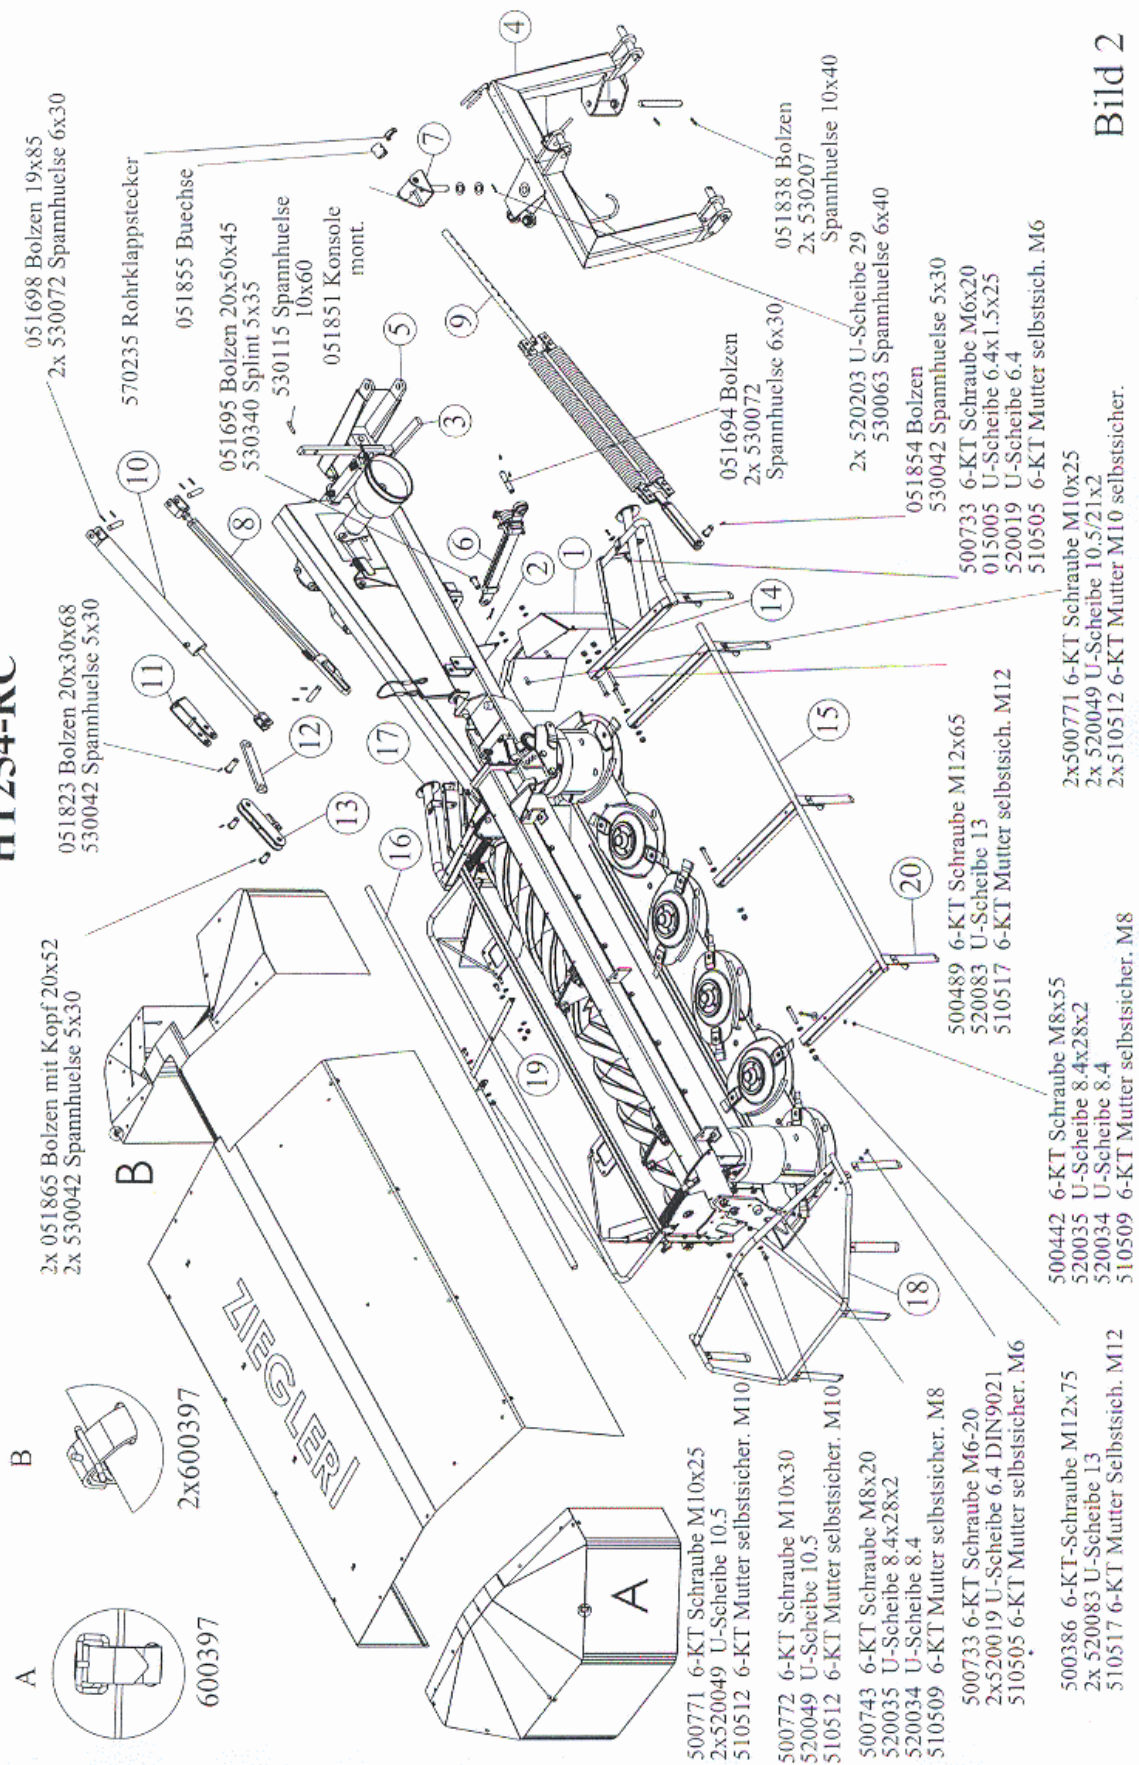
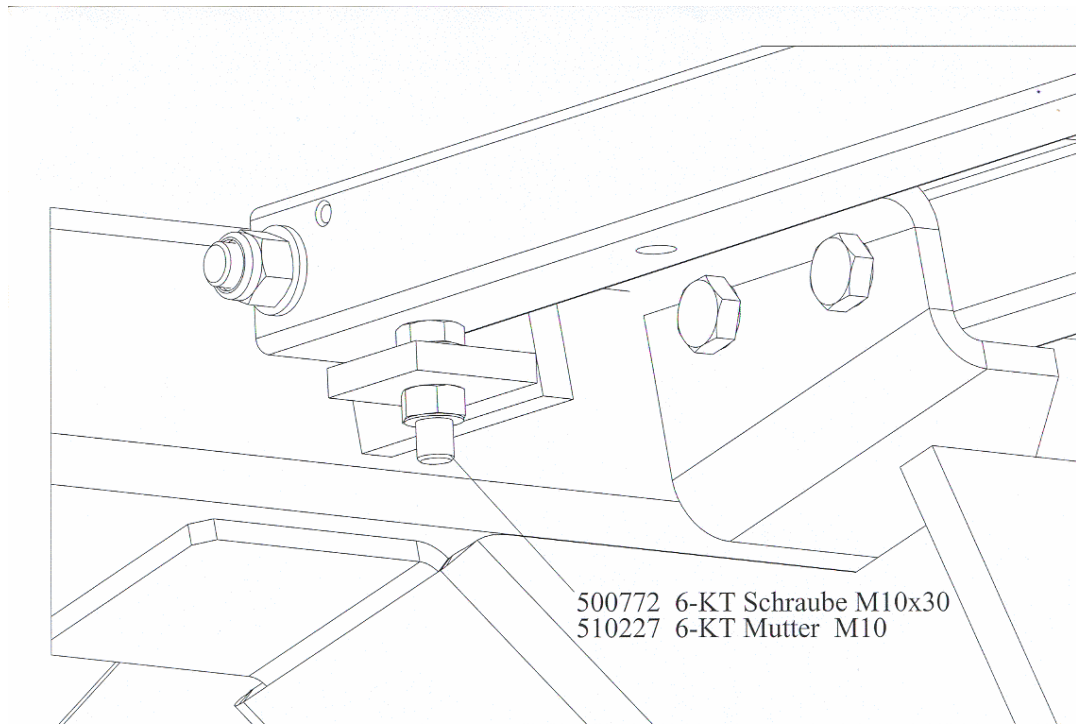

Bild 2
Bild 8
1. Innenschutz 357159 (1) durch die am Bild 2,4 dargestellten Befestigungselemente an den Schutzhalter (2) befestigen (Bild 5).
2. Stütze 051837 (3) von unten in die Tasche einschieben und gegen Herausfallen durch die Spannhülse 10x60 sichern.
3. Tragkreuz (4) mit der Führung (5) durch den Bolzen 051838 verbinden, mit 2 Spannhülsen 10x40 sichern.
4. Ausrastelement 906210 (6) am Tragkreuz und Schwingarm montieren.
8. Die Schutzrahmen 051606 (14) und den klappbaren Schutz 051497 (15) durch die am Bild 2,4 dargestellten Befestigungselemente an den Tragrahmen anschrauben.
Die Verbindungsstange 051887 (16, Bild 2) in den Schutzrahmen 051992 (17, Bild 2) einstecken. Den Schutzrahmen 051661 (18, Bild 2) auf die Verbindungsstange anlegen, dann an den Tragrahmen anschrauben. Die Stütze hinten 051874 (19, Bild 2) anschrauben.
11. Die Blattfeder 560619 (20, Bild 2), (18, Bild 4) an die jeweiligen Halter befestigen.
12. Den klappbaren Schutz (15 Bild 2,4) durch 2 Schrauben M10x30 (siehe Bild 8) in die richtige Stellung auslegen, dann die Schrauben durch die Mutter M10 kontern.
Achtung! An Pos. B (Bild 2,4) erst zwei Schnallriemen zusammenbinden, dann die Schutzplane anschnallen.